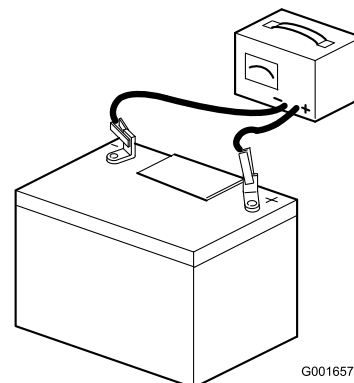

Bild 31
2. Schließen Sie ein 3- bis 4-A-Ladegerät an die Batteriepole an (Bild 31). Laden Sie die Batterie bei einer Rate von 3 bis 4 Ampere vier bis acht Stunden lang auf.